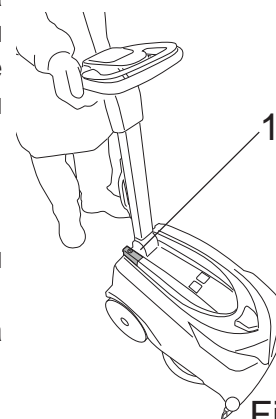

Fig.10
- Включите машину главным выключателем (рис. 10 - поз. 1).